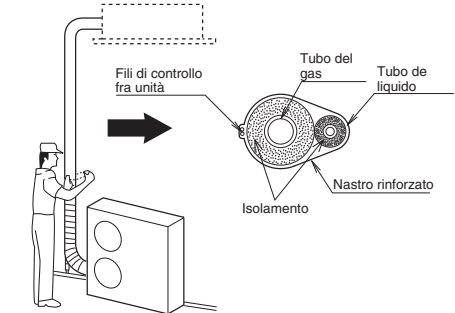

Fig. 7-11
- (1) A questo punto i tubi del refrigerante (e di cavi dell'impianto elettrico, se legalmente possibile) devono venire nastriati con nastro armato in 1 solo fascio. Per prevenire la formazione di condensa dovuta al trabocco della coppa di scarico, tenere separati il tubo di scarico e quello del refrigerante.
- (2) Avvolgere il nastro armato dal fondo dell'unità esterna alla cima di quella esterna dove penetra nella parete. Quando si avvolge il tubo, mettere metà della spira precedente sotto quella successiva.
- (3) Fissare il fascio dei tubi al muro usando una fascetta ogni metro circa. (Fig. 7-11)